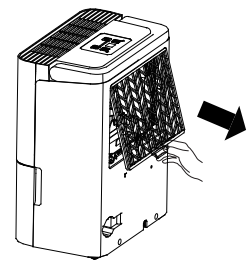

Figure 10
- Saisissez la languette du filtre et tirez-la vers le haut, puis tirez-la comme indiqué à la Figure 10.